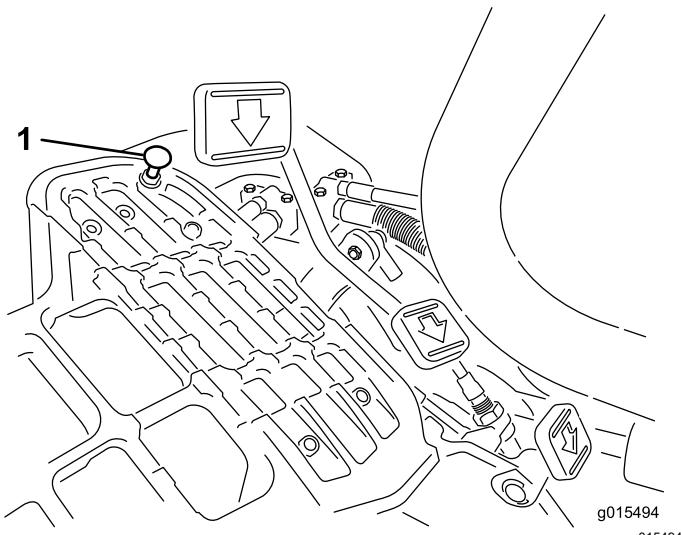

Figura 38
Para obtener la velocidad máxima de transporte, ponga la palanca de control funcional en la posición de TRANSPORTE y pise el pedal de tracción. Si el pedal toca el tope (Figura 38) antes de que se note tensión en el cable, ajústelo como se indica a continuación:
1. Ponga la palanca de control funcional en la posición de TRANSPORTE y afloje la contratuerca que fija el tope del pedal a la chapa del suelo (**Figura 38**).